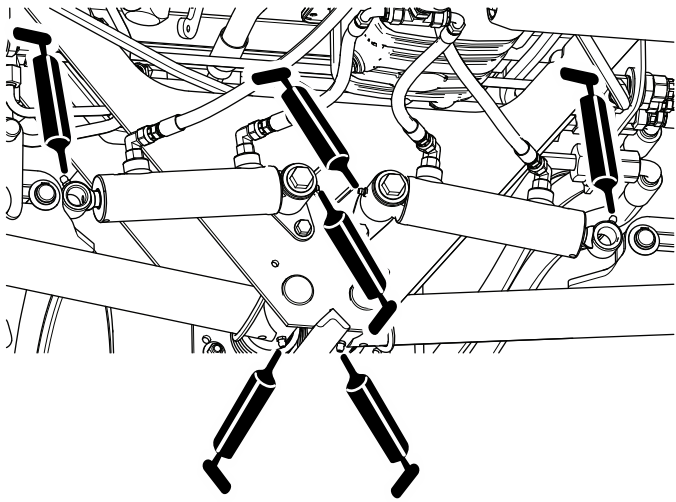

図 58
- 後昇降アームのピボットと昇降シリンダ各3ヶ所 図 58を参照。